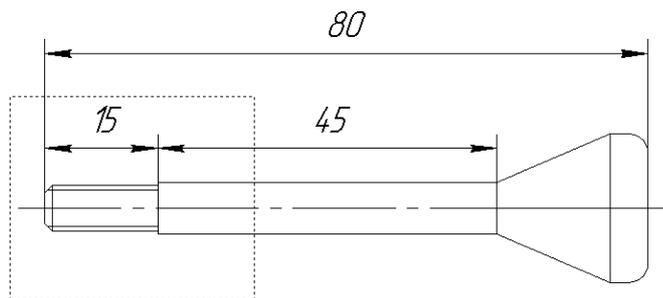

Рис. 50
3. Постройте рамку выбора (рис. 50).